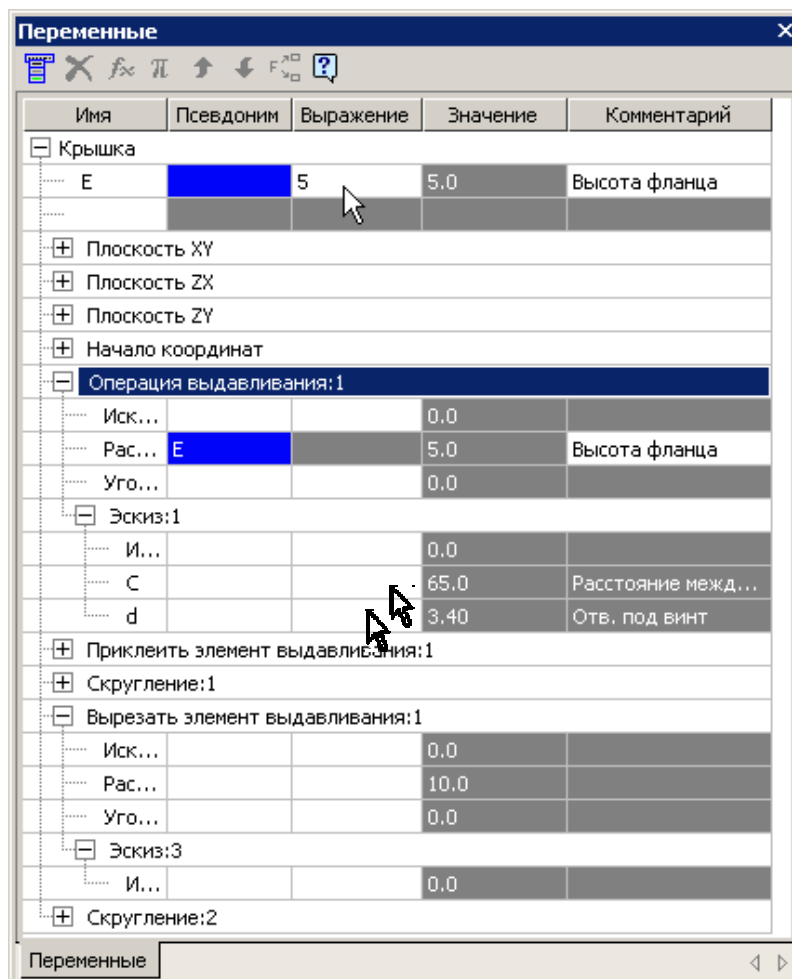

Рис. 77
- Для детали «Крышка» введите необходимые значения в графу «Выражение» для переменных  $E$ , и  $C$ , рис. 77. Отредактируйте свойства детали (обозначение, наименование, материал).